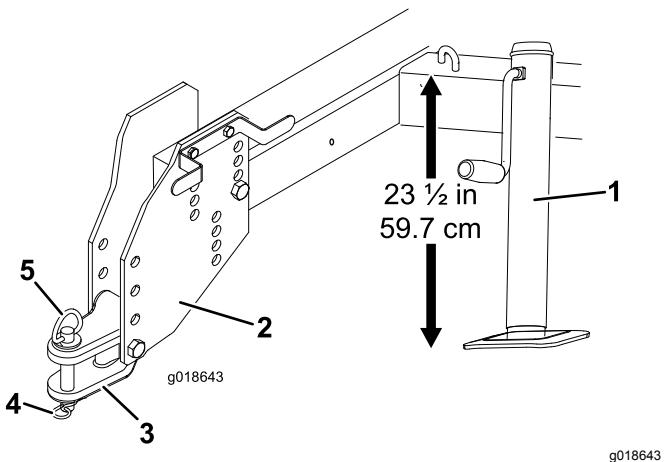

Figure 3
3. Réglez la béquille de sorte à obtenir une distance de 59,7 cm entre le haut du cadre et le sol (Figure 3).
- Enlevez les boulons et les contre-écrous qui fixent la flèche d'attelage aux plaques d'attelage (Figure 3).
6. Fixez la flèche d'attelage à l'attelage du groupe de déplacement au moyen de la goupille d'attelage et de la goupille à anneau (Figure 3).